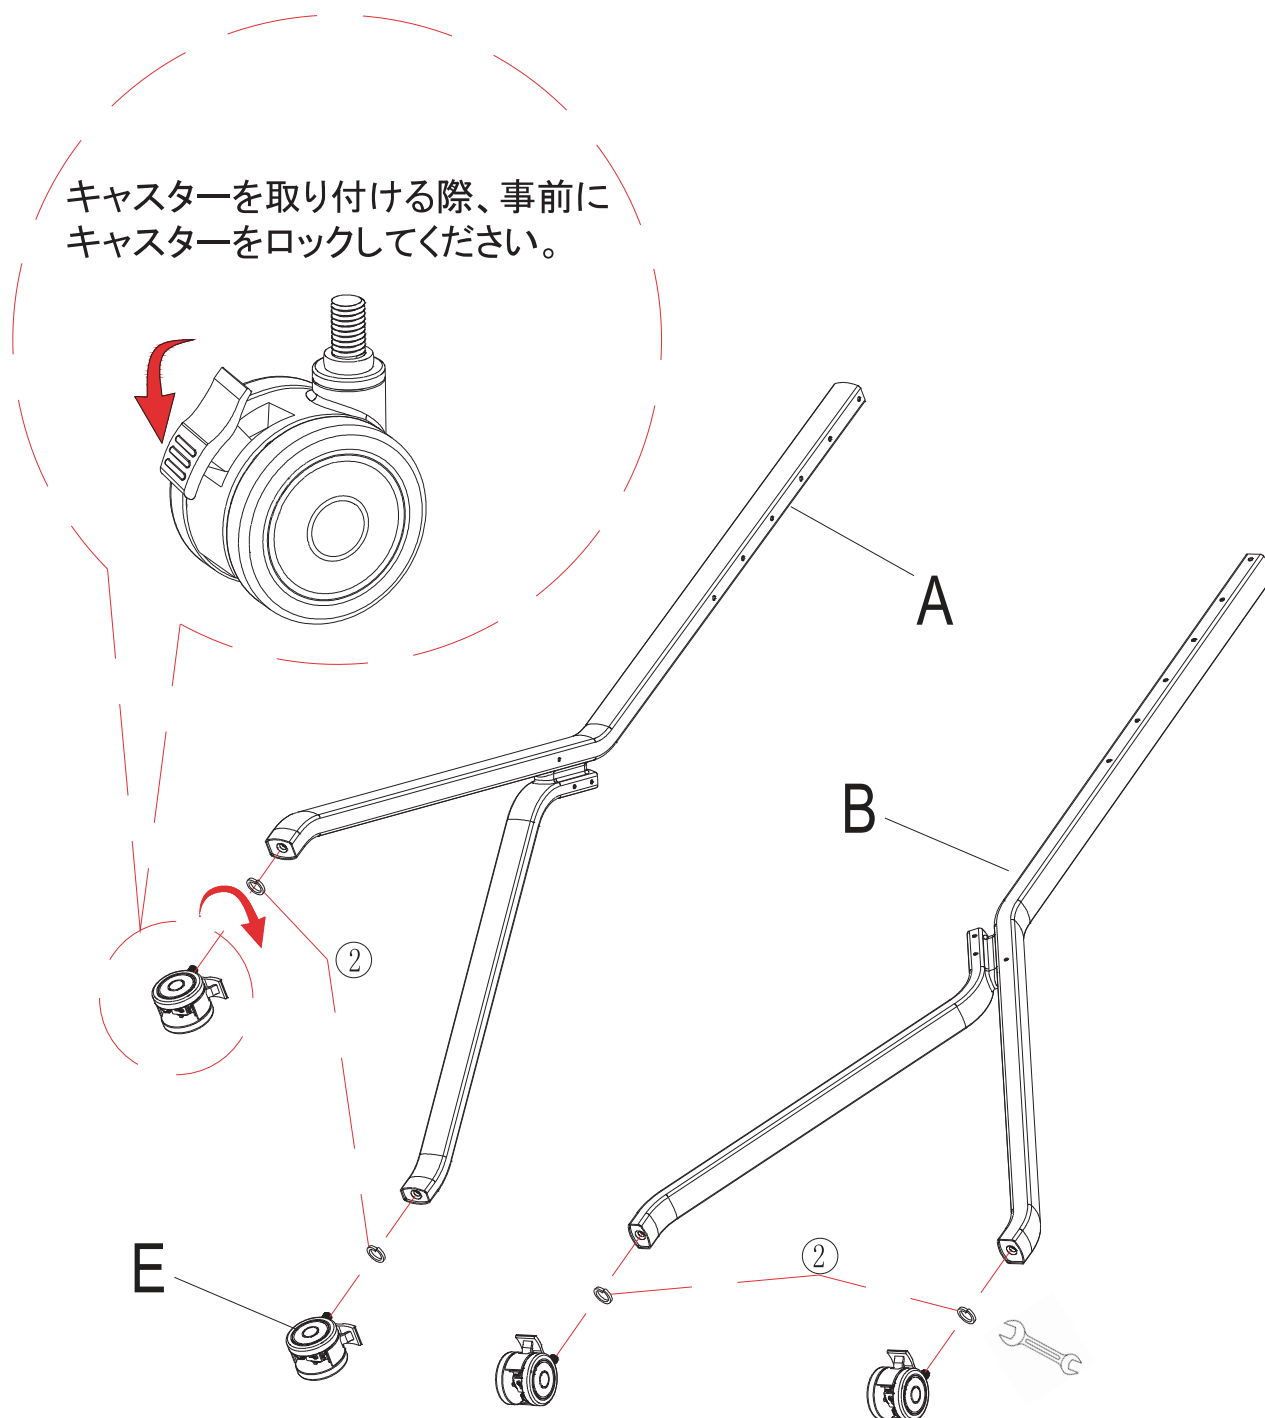

図1
Step1: キャスターをロックし、左右の脚にそれぞれ取り付けます。(図1)